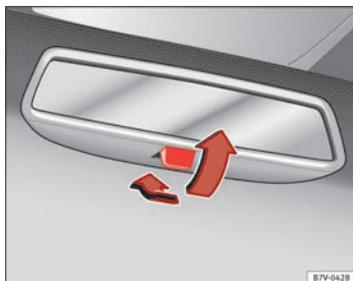

Fig. 64 Specchietto retrovisore antiabbagliamento manuale.
- Per rendere più scuro lo specchietto retrovisore, spostare la levetta all'indietro ⇒ fig. 64.